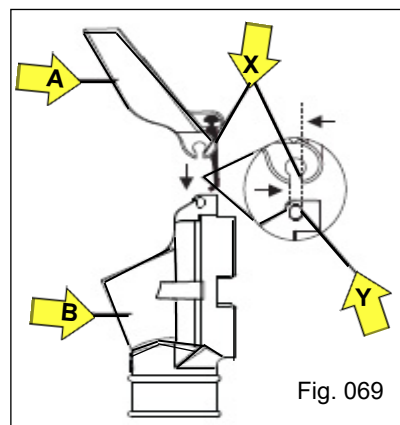

Fig. 069
- a) Incline a tampa do bocal "A" de forma que a mesma fique alinhada com a face plana do canal oblongo "X", direcionando ao encaixe "Y" do pino do bocal (Fig. 069);